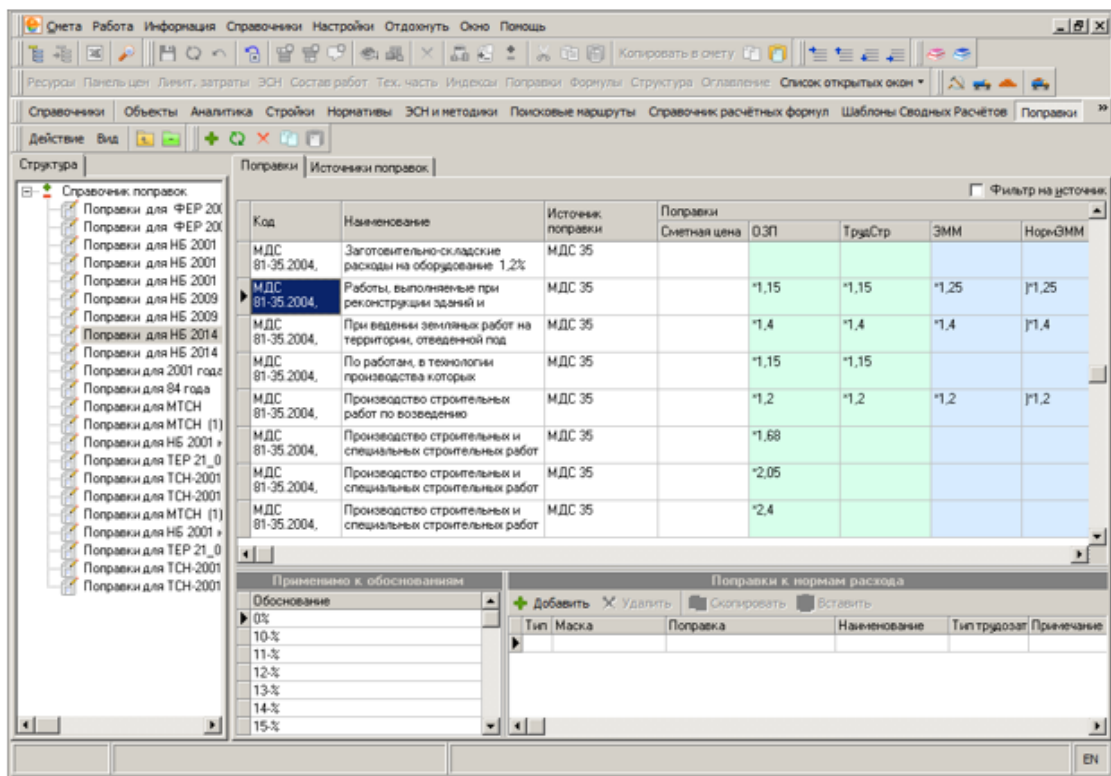

Рис. 1. Справочник поправок
**Поправки** – это коэффициенты, используемые для учета условий производства работ. Правила применения поправок описаны в нормативной документации – МДС, технических частях сборников и пр. В Комплексе все поправки собраны в отдельный справочник в Менеджере (см. рис. 1).